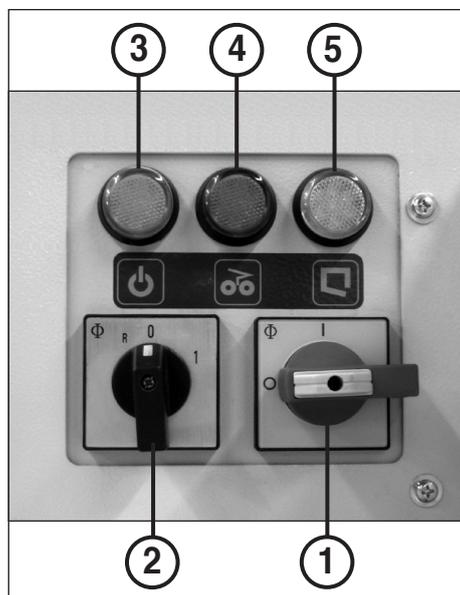

fig. 7
1. Inserire l'interruttore principale (1) (posizione „1“).
2. Ruotare l'interruttore rotante (2) in posizione "1" (fig. 7).
### ELEMENTI DI COMANDO (Fig. 7):
**Avvertenza:** ogni volta che si inserisce la macchina viene automaticamente inizializzato di nuovo il relè multifunzionale. A segnalarlo, per qualche secondo lampeggiano le due spie di controllo 4 e 5 (fig. 7).